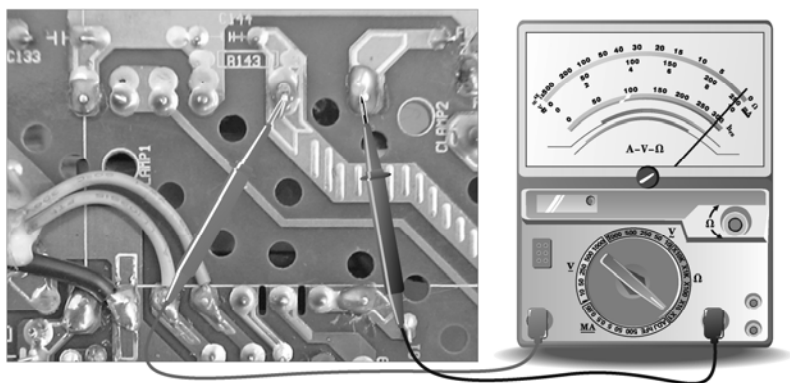

图 3-30 开关变压器⑥~⑧脚初级绕组各引脚阻抗的检测
变压器的检测十分简单,一般只需用万用表检测各绕组的阻抗即可判断变压器的好坏。根据电路图和印制板找到每个绕组的对应焊脚,该变压器的⑥~⑧脚为初级绕组,①~③脚、⑩~⑭脚、⑮~⑯脚为三组次级绕组。图 3-30 为检测开关变压器⑥~⑧脚初级绕组引脚阻抗的方法。